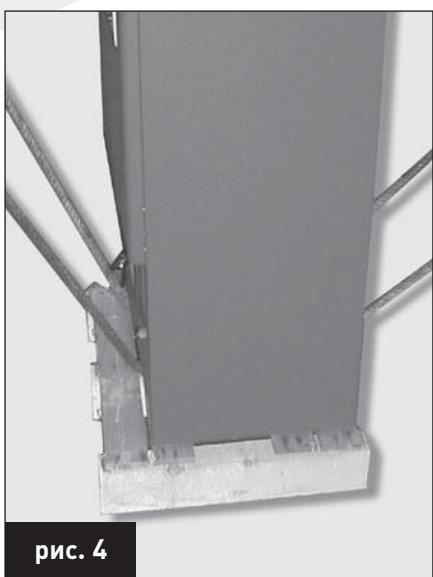

рис. 4
**Внимание: при подъеме котла с поддона, необходимо поддерживать его, во избежание переворота (рис. 4);**